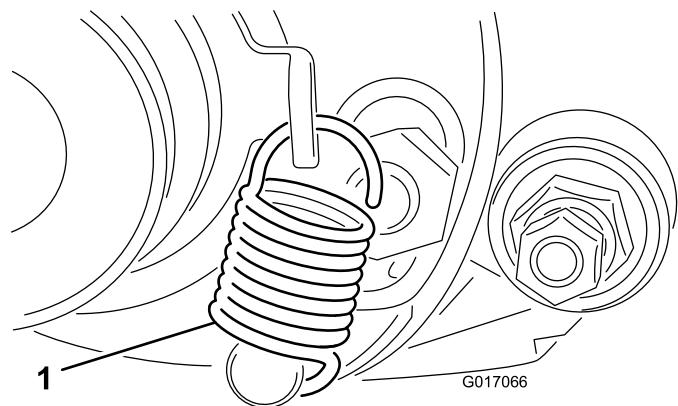

図 13
29. アイドラプーリを回してシフトレバーのスプリングをゆるめ、スプリングをブーリーブラケットの穴とスタッドに図 13のように取り付ける。